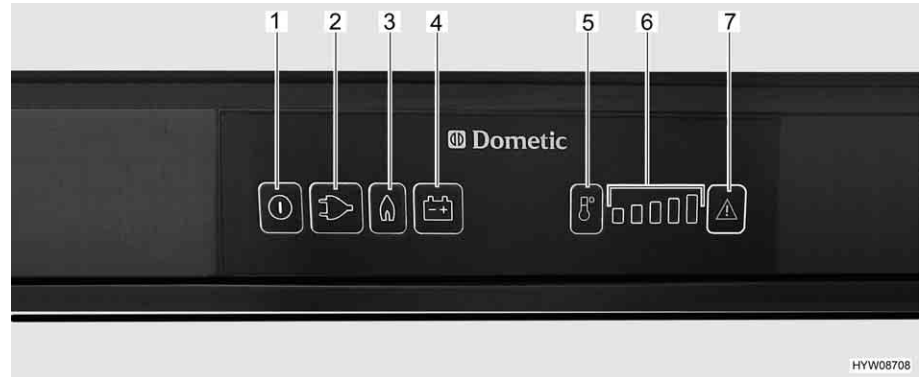

Bild 197 Bedienelemente für den Kühlschrank (Dometic 8er-Reihe mit MES)
- Taste Ein/Aus (Bild 197,1) etwa 2 Sekunden lang drücken. Der Kühlschrank schaltet sich ein. Die Taste der zuletzt gewählten Betriebsart leuchtet auf.
- Ggf. Taste für die Betriebsart "Gas" (Bild 197,3) drücken. Die Taste leuchtet auf. Die Gaszufuhr ist geöffnet. Der Zündvorgang erfolgt automatisch. Ein tickendes Geräusch ist hörbar, bis der Zündvorgang erfolgreich abgeschlossen ist.
- Kühltemperatur mit der Taste Temperaturstufenwahl (Bild 197,5) einstellen.
- Ggf. Taste Betriebsart "230 V" (Bild 197,2) drücken. Die Taste leuchtet auf.
- Ggf. Taste Betriebsart "12 V" (Bild 197,4) drücken. Die Taste leuchtet auf.